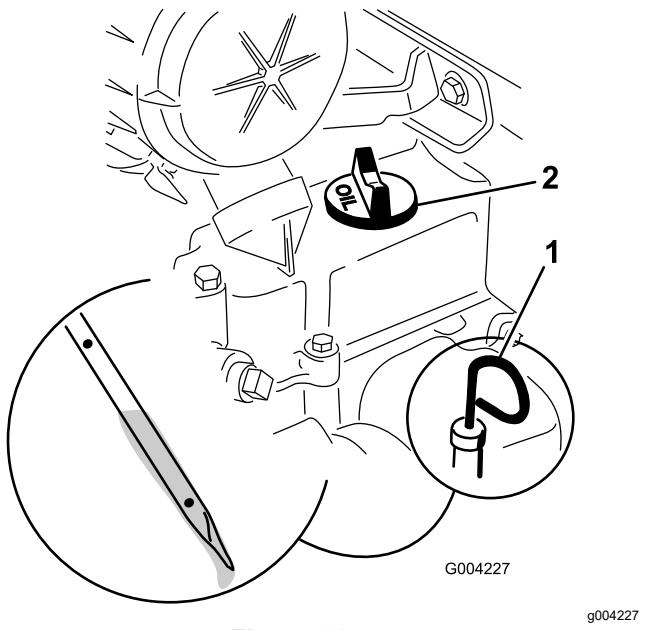

Figura 32
4. Pulite l'area intorno all'asta di livello dell'olio (Figura 32).
5. Estraete l'asta di livello dell'olio e pulite l'estremità metallica (Figura 32).
6. Infilate fino in fondo l'asta di livello nel relativo tubo (Figura 32).
8. Se il livello dell'olio è basso (al di sotto del foro inferiore), pulite attorno al tappo di riempimento dell'olio e rimovete il tappo (Figura 32).
6. Togliete il tappo di riempimento dell'olio (Figura 32) e versate lentamente l'80% circa della quantità d'olio specificata attraverso il coperchio della valvola.
9. Togliete il tappo di riempimento dell'olio (Figura 32) e versate lentamente l'80% circa della quantità d'olio specificata attraverso il coperchio della valvola.